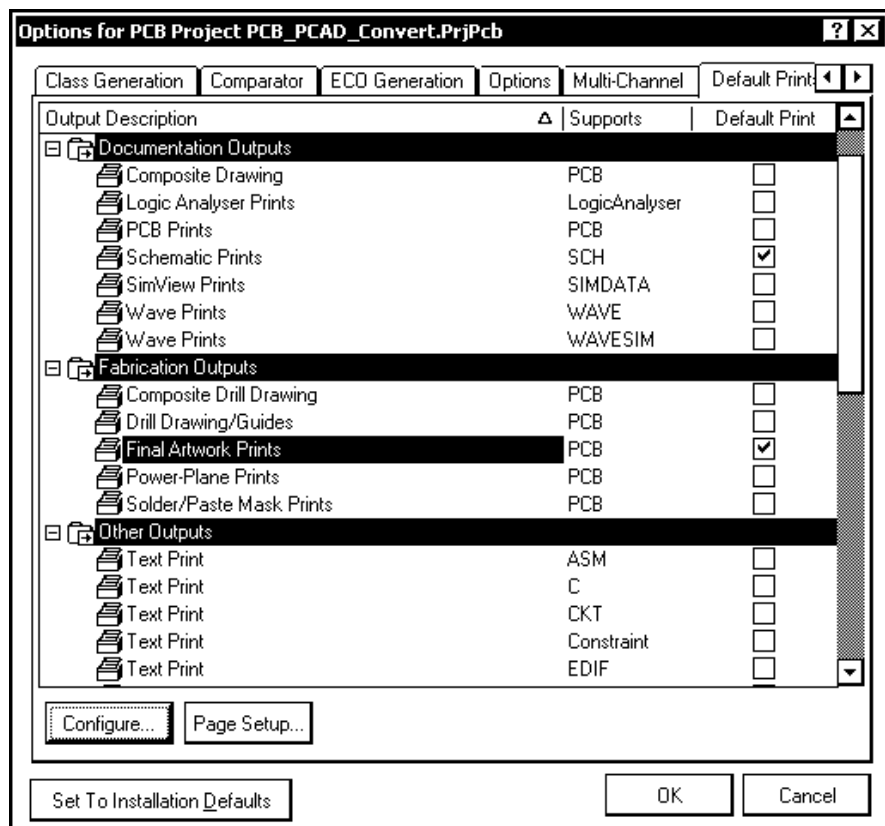

Рис. 13.5. Определение набора послойных распечаток проекта
1. Щелчком правой кнопки мыши на имени проекта в плавающей панели **Projects** вызвать контекстное меню и активизировать в нем команду **Project Options**. Открывается диалоговое окно **Options for PCB Project <имя>.PrjPcb** (рис. 13.5).